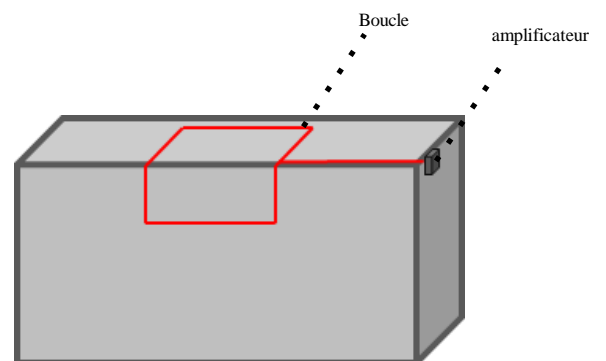

Figure 1.
**1.** Placez la boucle sur la partie verticale et horizontale du comptoir comme indiqué sur la figure 1. Ce type d'installation permet de garantir une meilleure couverture devant le guichet.